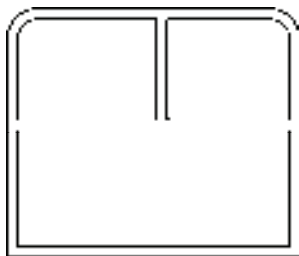

图 3-32 绘制另一倒墙角
4) 重复上述操作, 绘制另一倒墙角, 如图 3-32 所示。